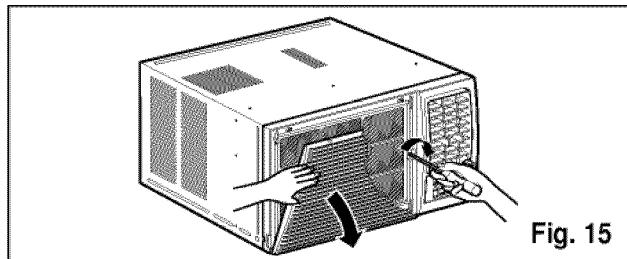

Fig. 15
3. Levante la parrilla de entrada y ajústela con tornillos Tipo A, através de la parrilla frontal. (Ver Fig. 15)